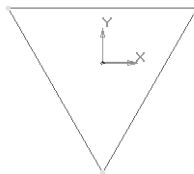

Рис. 381
- ортогональное черчение. Расположите треугольник, как показано на рис. 381;